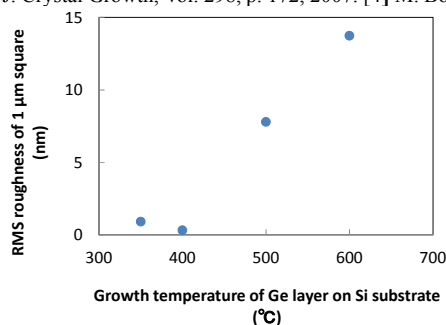
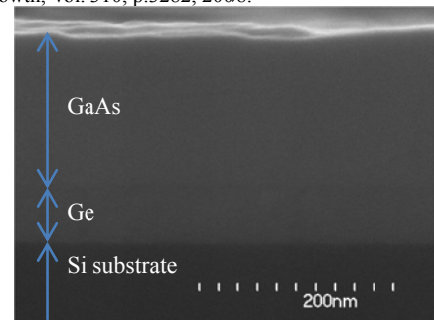

Fig. 1 Growth temperature dependence of RMS roughness of Ge layer
Fig. 2 SEM image of Si/Ge/GaAs interface
有機 Ge 材料としてイソブチルゲルマン ($[\text{C}_4\text{H}_7]\text{GeH}_3$) を使い、MOVPE 法にて結晶成長を行った。Si 基板は n 型の (100) 基板で Ge 上 GaAs のアンチフェーズドメインの発生を抑えるため [011] 方向 4 度オフを用いている。基板の洗浄、酸化膜除去の前処理を行った後、結晶成長装置に導入し 900°C 以上の高温下で水素雰囲気での酸化膜除去を行った後、Ge の成長温度に降温し、イソブチルゲルマンによる Ge 層の成長を行う。Si 基板上に Ge 層を 20nm 程度 MOVPE 成長させた表面ラフネスの成長温度依存性を Fig.1 に示す。350 から 400°C 付近では RMS 値で 1nm 以下の平坦な Ge 層の成長を確認できた。イソブチルゲルマンの分解温度は 350°C とされており、分解する温度範囲で低温の方が 3 次元成長が抑えられ、粒度の小さい核形成が行われ平坦性が高まっていると考えられる。Fig.2 はシリコン基板上に 400°C で Ge を 60nm 成長後、続けて 700°C 10 分間の水素雰囲気下のアニールにより平坦性を向上させた後、再度 400°C に降温し GaAs を 150nm 成長した試料断面の SEM 像である。Si 基板上に Ge、GaAs を成長していることを確認した。GaAs 表面の RMS 値は 1μm 角の領域で約 3 nm であり、今後の成長条件検討により平坦な GaAs 層の実現を目指す。